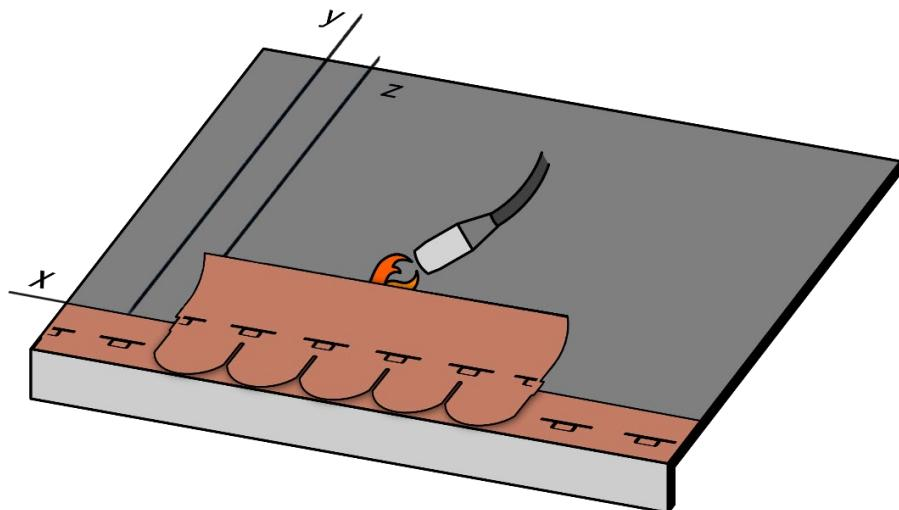

Fig. 17 – Installazione prima fila di tegole a fiamma
- Procedere con la posa della prima fila di tegole: allineare il bordo laterale della prima tegola sulla verticale **z** e il bordo superiore sull'orizzontale distante 14,5 cm da **x** – vedi Fig. 17. Fissare la tegola alla membrana usando la fiamma del cannetto e sollevando la parte superiore della tegola con apposito strumento, Fig. 17. Le pastiglie autoadesive fisseranno le faldine delle tegole della prima fila alle tegole sottostanti della fila di partenza. Procedere con la posa di tutte le tegole della fila.